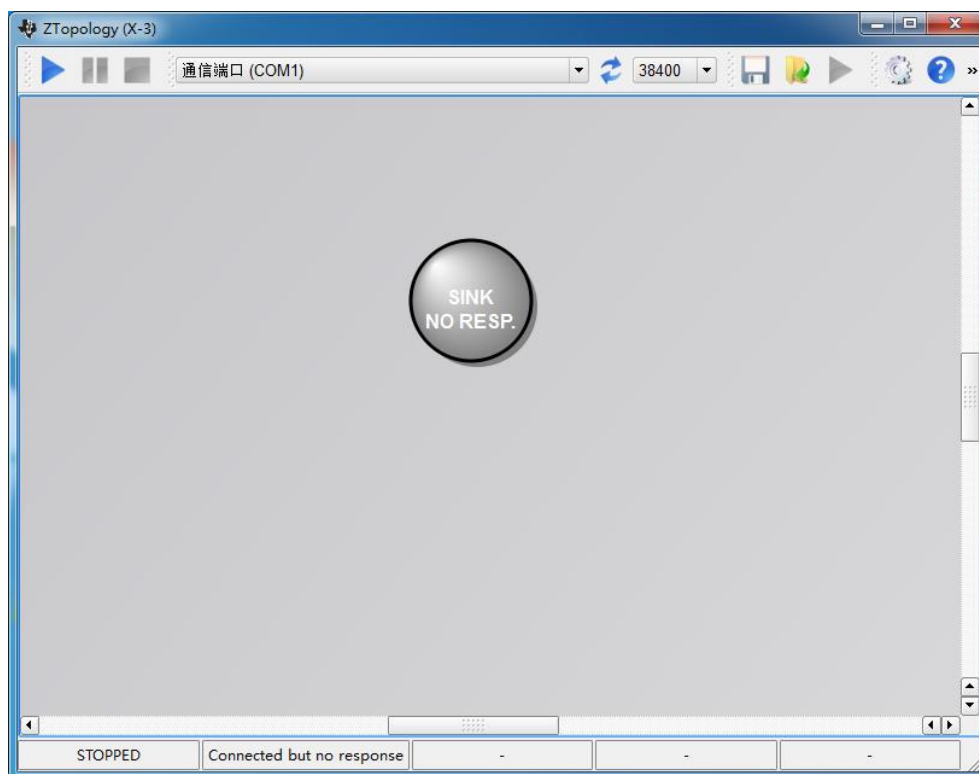
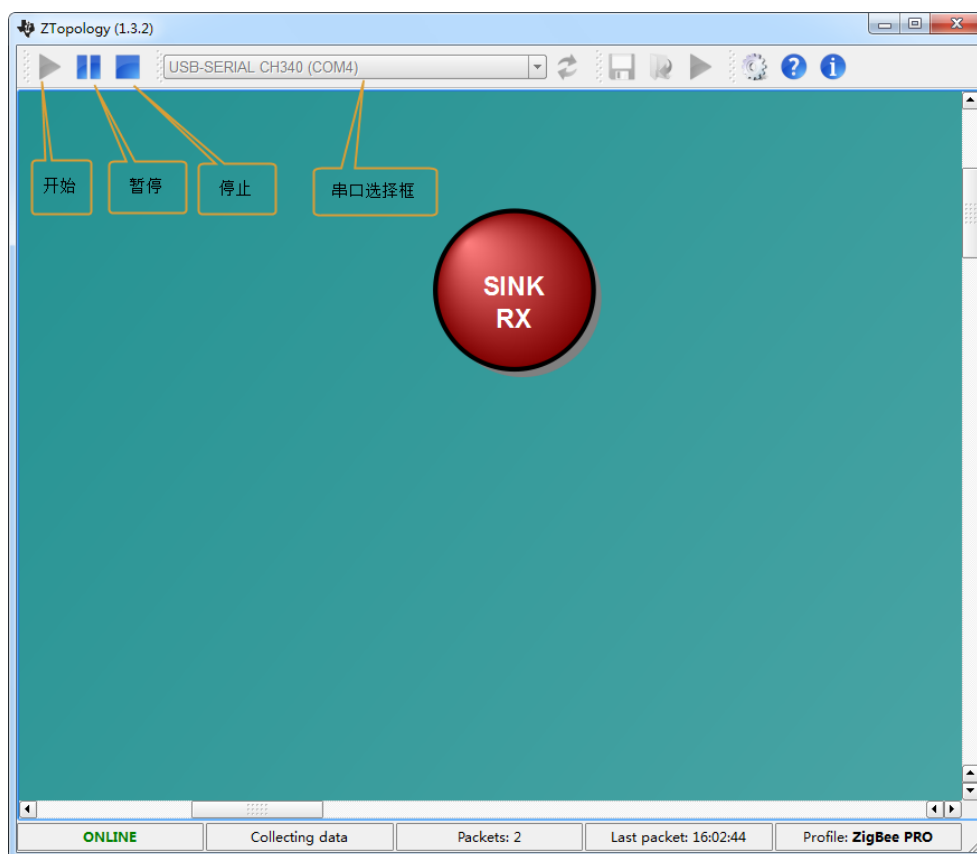
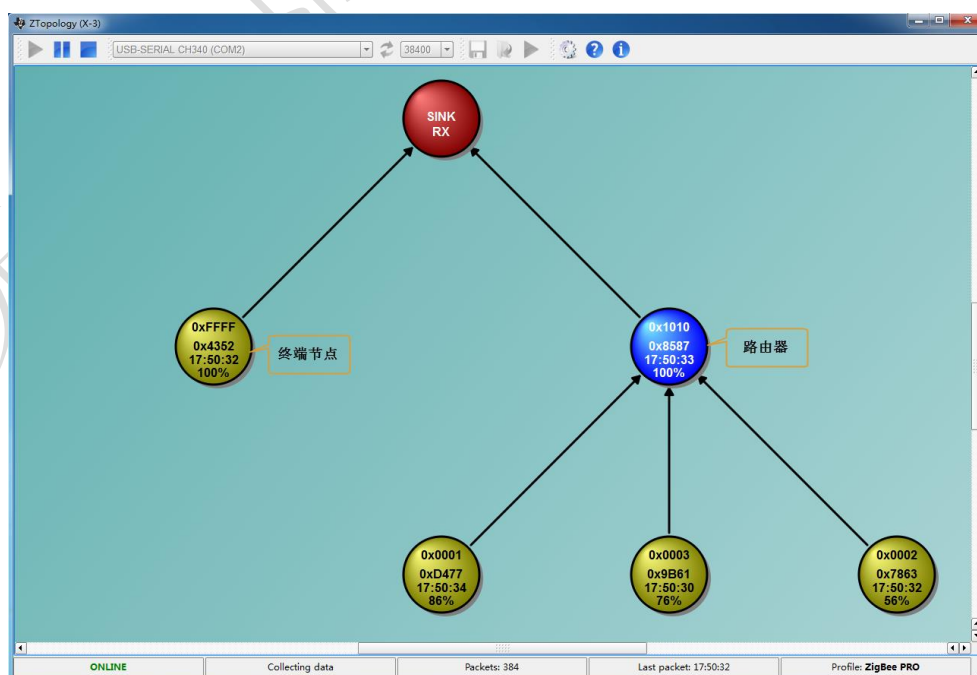
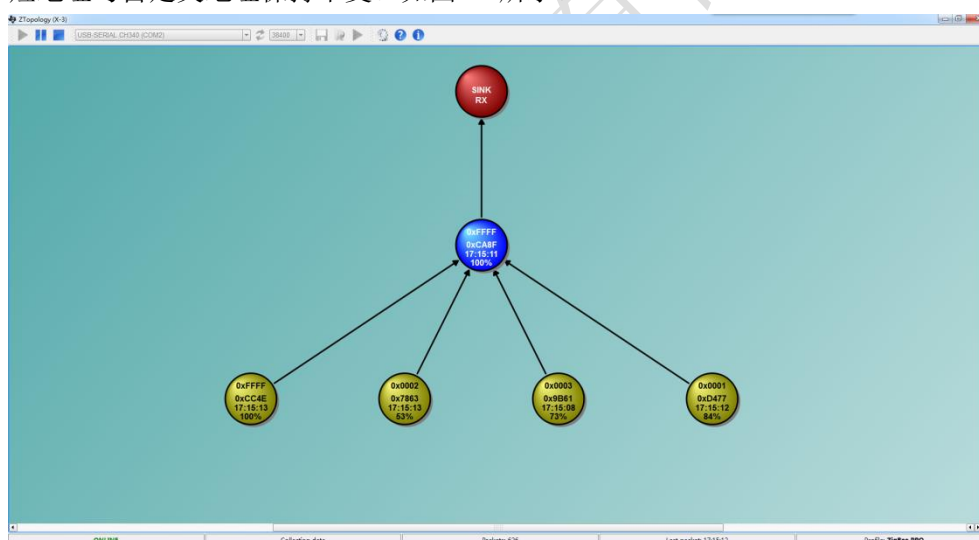

图 8 ZTopology 界面
图 9 ZTopology(X-3)
图 10 两个路由器 ZTopology
图 12 寻找父节点
- V3 版本请使用 ZTop 工具，V1，V2 版本请使用 ZTopology。以下以 V3 版本为例。下载并安装 ZTop 软件。成功安装软件后，将配置成协调器的 ZG-Mxx 模块，连接到 PC 端的串口上。此时打开 ZTopology 软件版本为 X-3，其整个界面如图 8 所示。
- 在 ZTopology 软件界面中，串口选择框上选择协调器的串口号。然后点击开始按钮，此时 ZTopology 中的圆圈变成暗红色，表示协调器已经在线。如图 9 所示。
- 在图 9 的界面中，按下方形的停止按钮，使 ZTopology 处于停止状态，其效果如图 8 所示。接下来将每个路由器依次上电，直到每个路由器都正常的加入网络，即黄色灯常亮。接着按下 ZTopology 界面中的开始按钮。此时 ZTopology 的界面如图 10 所示。
- Zigbee 终端节点在失父节点时，会自动寻找其它的父节点。比如将图 10 中的协调器关闭，其孩子节点就会以 rejoin 的方式加到旁边的路由器中，在此过程中 zigbee 短地址与自定义地址保持不变。如图 12 所示。